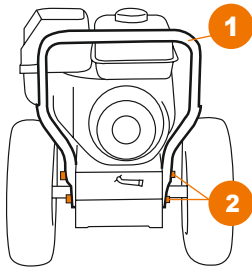

Рис. 1
• Закрепите нижнюю часть рукоятки (1) к корпусу снегоуборщика с помощью четырех болтов и шайб (2) (Рис. 1).